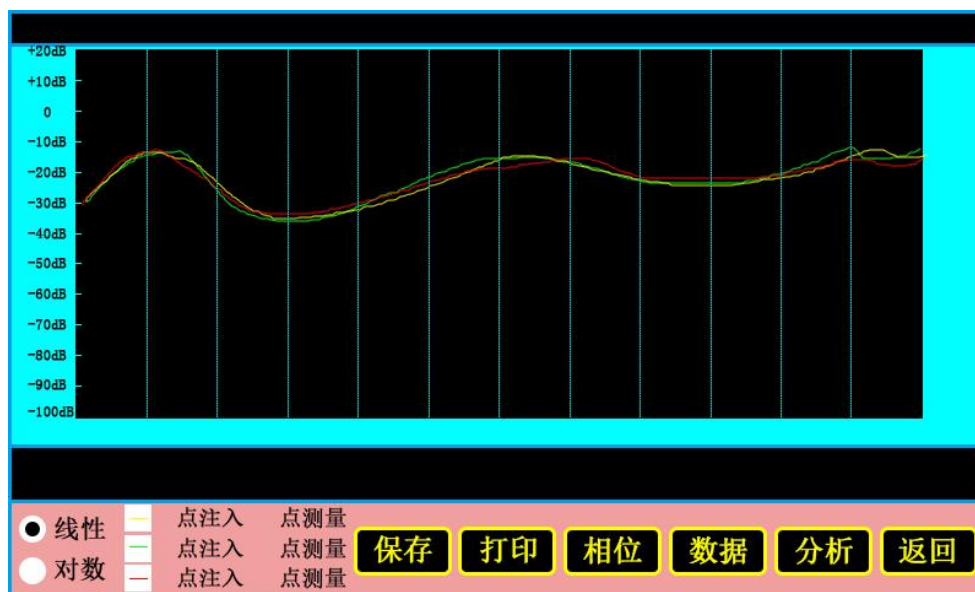

图 3.12 频响法测试结果界面
连接好测试线后点击“启动”等待测试完成，在测试过程中点击“停止”将立即停止当前测试，若已有测试数据，则跳转到测试结果界面，如图 3.12 所示，若没有测试数据，则跳转到参数设置界面。最多可以测量 3 条曲线，对应变压器的 3 相。
测试结果界面，如图 3.12 所示：
- (1) 该界面显示了测量曲线的条数，白色复选框中的曲线颜色与显示曲线的颜色对应；
- (2) 曲线有两种显示方法：线性、对数，“线性”显示是指 x 轴上频率坐标均匀分布，这种显示方法，可以比较清晰的查看 1KHZ 以上的频率曲线；“对数”显示是指 x 轴上频率坐标取对数后乘以 20，这种显示方法可以清楚的查看低频段的曲线；
- (3) 点击“打印”即可打印当前测量曲线和分析结果，若在分析之前打印，将不会打印分析结果；
- (4) 点击“幅频曲线”即可返回图 3.12 幅频数据界面；